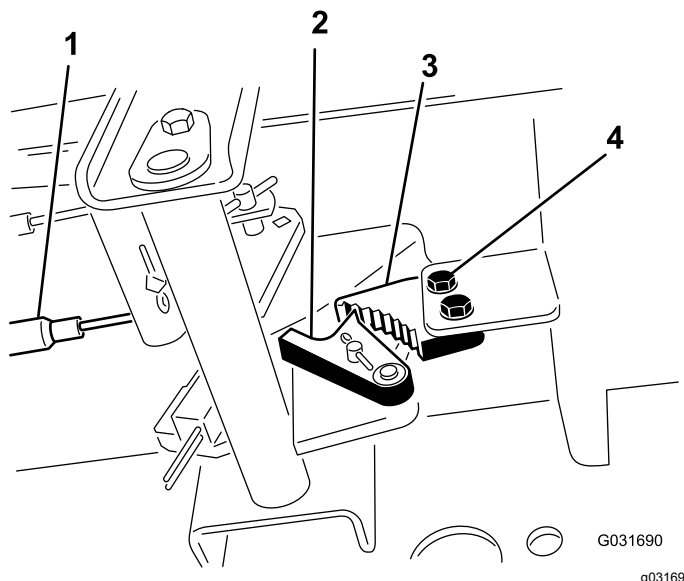

Figura 84
1. Allentate le due viti che fissano il nottolino del freno di stazionamento al telaio (Figura 84).
2. Premete in avanti il pedale del freno di stazionamento finché il fermo non s'innesta completamente nel nottolino del freno (Figura 84).